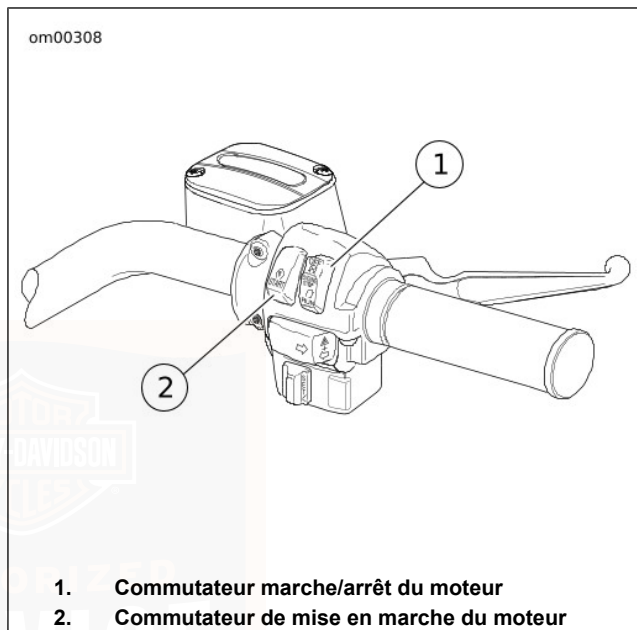

Figure 42. Commandes sur la droite du guidon : modèles Touring (typique)
2. Voir Figure 42. Mettre le commutateur de marche/arrêt en position MARCHE.